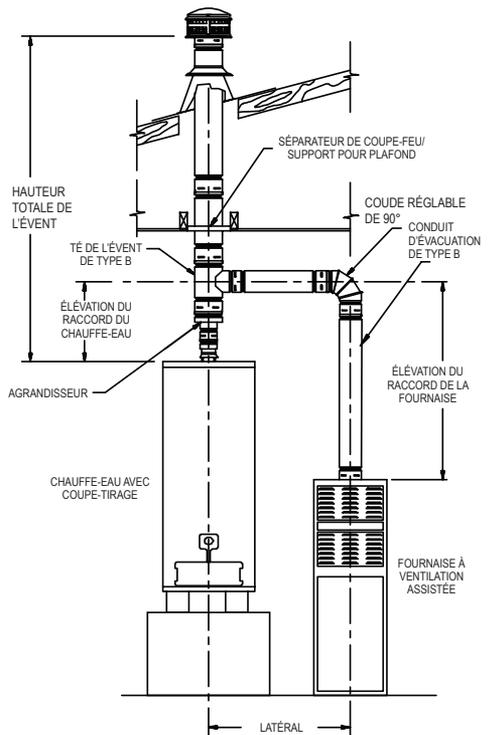
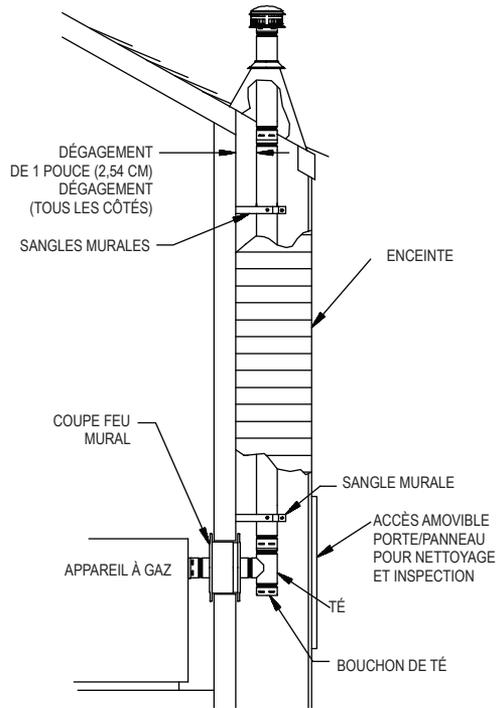

Figure 2
Figure 11
8. Tés et raccords en Y. Les tés et les raccords en Y sont utilisés pour combiner les connecteurs de 2 appareils ou plus dans un évent commun, comme le montrent les **figures 2 et 3**. Un té doit être utilisé dans une application traversant le mur (**figure 11**), car il est muni d'un bouchon de té amovible (disponible séparément) fixé à la base. Ce bouchon de té peut être retiré lors de l'inspection du système ou pour permettre le nettoyage des débris ou des condensats collectés dans l'évent commun. Des sangles murales doivent être utilisées pour soutenir le conduit vertical afin d'assurer une installation solide. Des sangles murales sont nécessaires tous les quatre pieds (1,22 m).
d'une enceinte, comme indiqué sur la **figure 11**. Consultez les autorités locales avant de procéder à la construction. Notez que l'enceinte nécessite une porte d'accès à des fins d'inspection et d'entretien.